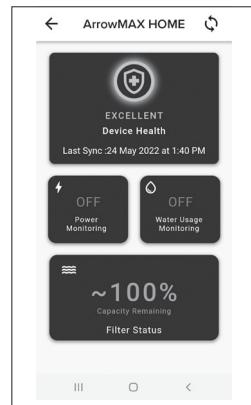

Figure 13 : Les données & statistiques
- c. Une fois l'activation de l'appareil accomplie, la page d'accueil suivante s'affichera avec toutes les données et statistiques de l'appareil. Il s'agit d'une page dynamique qui sera mise à jour régulièrement lorsque l'appareil sera connecté à votre téléphone par WiFi ou Bluetooth.**(VOIR FIGURE 13.)**